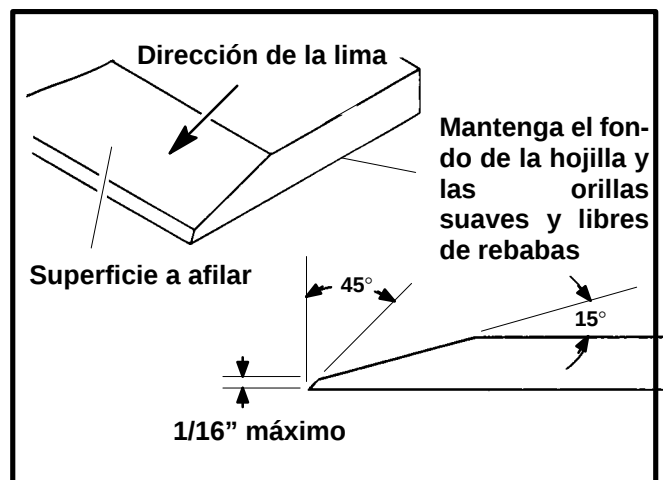

Figura 49
20. Después de la instalación del eje de la polea, chequee por el espacio adecuado entre las caras del pedal de grapas. Con la manija de la hojilla en "Embragado", mida entre las caras del pedal de grapas. Remueva o añada rieles para obtener un espacio de .015" (.39 mm). Vea la Figura 49.
Afile manualmente con una lima la hojilla del fondo, usando la ilustración que aparece debajo (Figura 49) como guía. Para mantener el extremo cortador menos de 1/16" en un ángulo de 45 grados, lime la superficie a un ángulo de 15 grados.